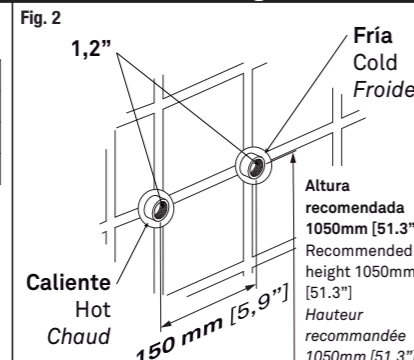

Fig. 2
- 1) Preparar la instalación de las tomas de agua con una separación de 150 mm (Fig. 2), con una altura recomendada respecto al suelo de 1050 mm (Ver pág. 1, "PLANOS").